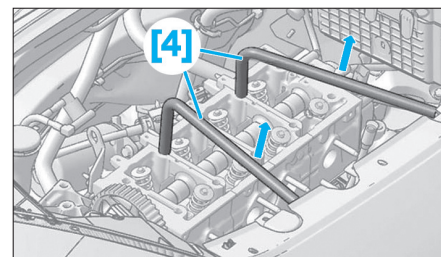

Fig. 42
- Basculer et décoller la culasse à l'aide des leviers [4] (Fig.42).